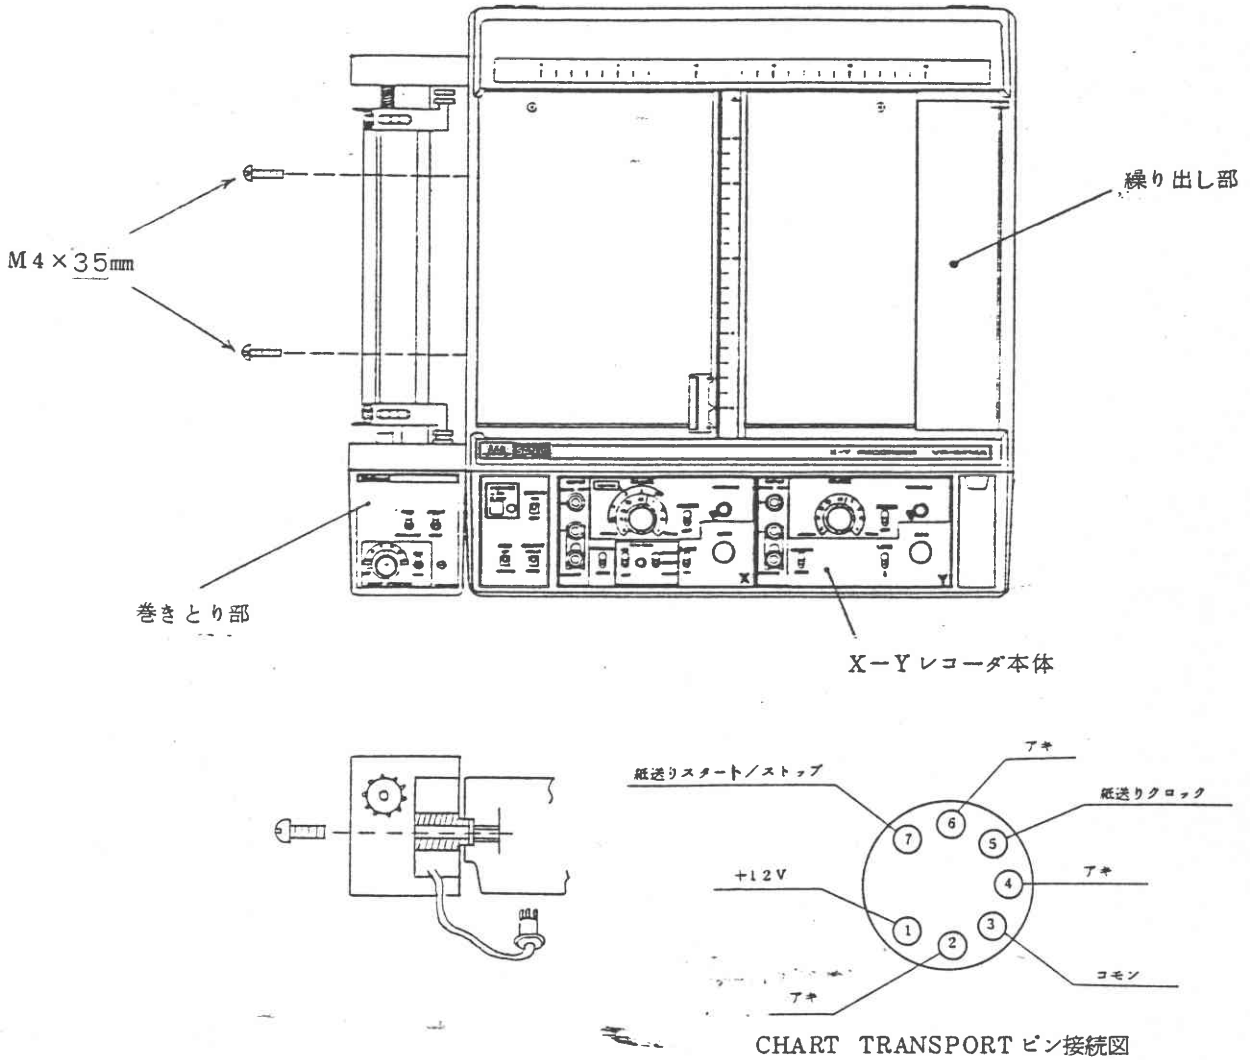

図1. 巻きとり部の取り付け方法
- ① 巻きとり部は本体左側面の2ヶ所の段付長穴部へ巻きとり装置の凸部をはめ込むように取付けます。
- ② M4×35mm のネジ2本により図1のようにとります。
- ③ 巻きとり部のコネクタを本体の底にある「CHART TRANSPORT」の穴にさし込みます。(電源と信号を供給するため。)